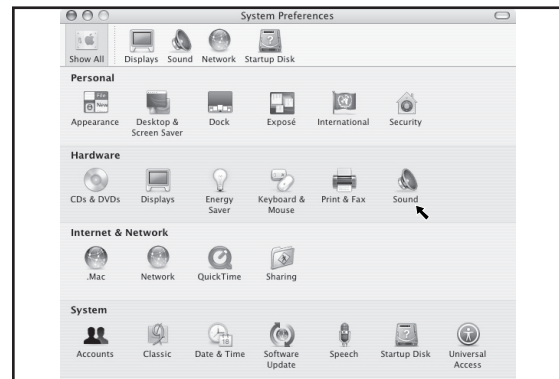

Abb. 9
3. Öffnen Sie die Ton-Rubrik (engl. Sound) (Abb. 9).